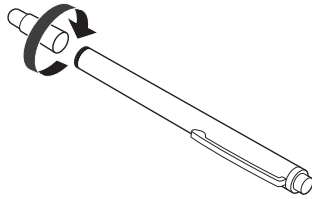

Fig. 1
- 1) Tournez le capuchon du crayon dans le sens indiqué dans la figure 1.